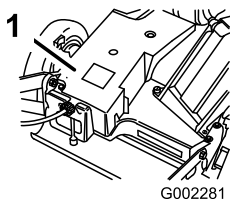

Figura 36
3. Retire los pernos que fijan la cubierta de la correa (Figura 36) a la carcasa del cortacésped.